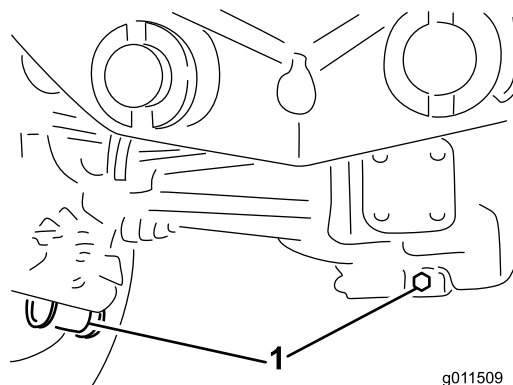

Figure 107
2. Nettoyez la surface autour des 3 bouchons de vidange, 1 à chaque extrémité et 1 au centre (Figure 107).